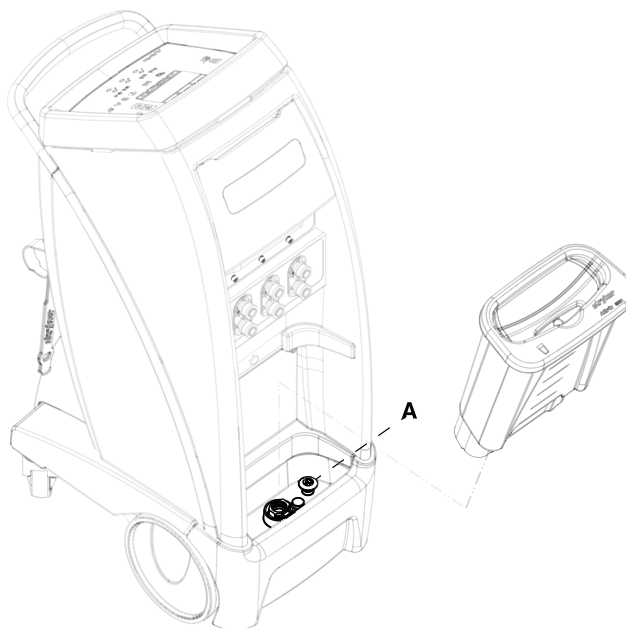

Fig. 8-20: Udtømningsprop
2. Tag vandbeholderen ud, og træk op i regulatorens udtømningsprop (A) for at åbne afløbet (Fig. 8-20 på side 8-35).